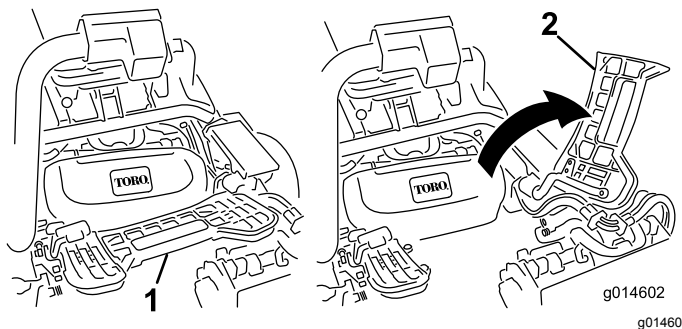

Рисунок 41
1. Поднимите и поверните вверх подножку, открывая доступ к центральному режущему блоку (Рисунок 41).